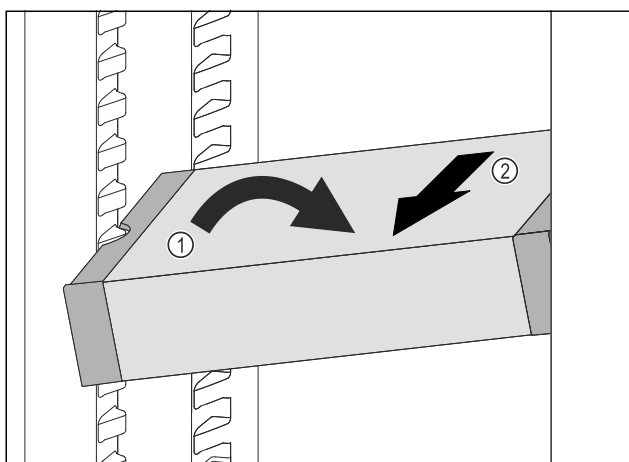

Fig. 220
- Ukosite ladicu VarioSafe u hladnjaku. Fig. 220 (1)
- Izvadite ladicu VarioSafe prema naprijed. Fig. 220 (2)